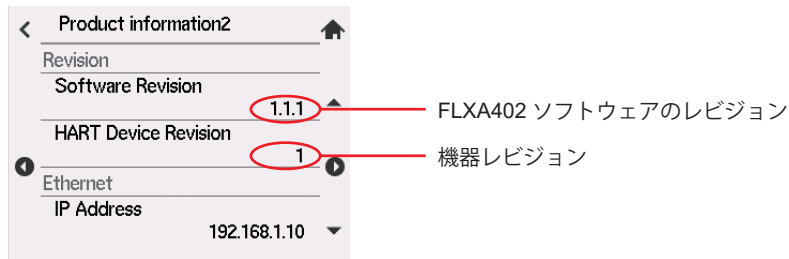

図1 ソフトウェアレビジョンの表示画面
ソフトウェアレビジョンは、FLXA402 表示器のメイン画面もしくはホーム画面の変換器メニューボタン  ををタップし、詳細画面 (Q) をタップすると表示し、図 1 の画面で確認することができます。